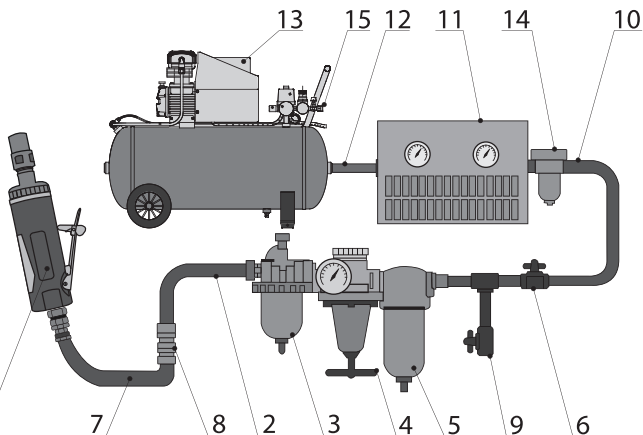

Рисунок 2 - Схема подключения пневматики
4. Производите очистку воздушного фильтра каждую неделю. Рекомендованная схема подключения приведена на рис. 2.